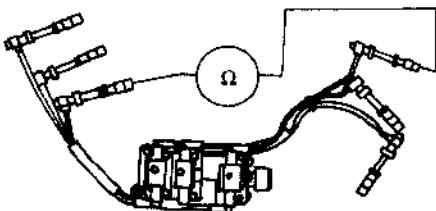
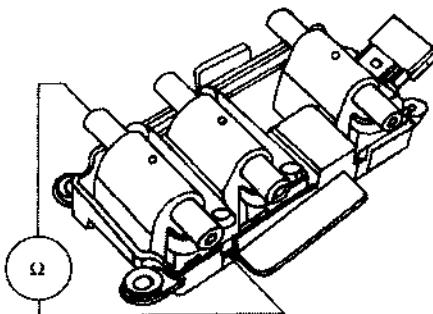

图 2.38 奥迪 6 缸发动机点火线路测量
图 2.39 奥迪 6 缸发动机点火线圈次级电阻的测量
① 拔下点火线圈的插头，并从火花塞上拔下点火线。
② 如图 2.38 所示，用万用表测量点火线路的两个火花塞插孔之间的电阻，规定值为  $16\text{k}\Omega \sim 27\text{k}\Omega$ （奥迪 6 缸机）。
③ 如果未达到规定值，拔下点火线圈上的点火线，用万用表测量点火线两端的电阻，规定值为  $8\text{k}\Omega \sim 14\text{k}\Omega$ （奥迪 6 缸机）。如未达到规定值，更换点火线。
④ 用万用表在点火线圈上检查点火线圈的次级电阻，如图 2.39 所示。奥迪 APS 和 ATX 发动机 1 缸和 6 缸、2 缸和 4 缸、3 缸和 5 缸之间点火线圈次级电阻值为  $3.0\text{k}\Omega \sim 7.0\text{k}\Omega$ 。